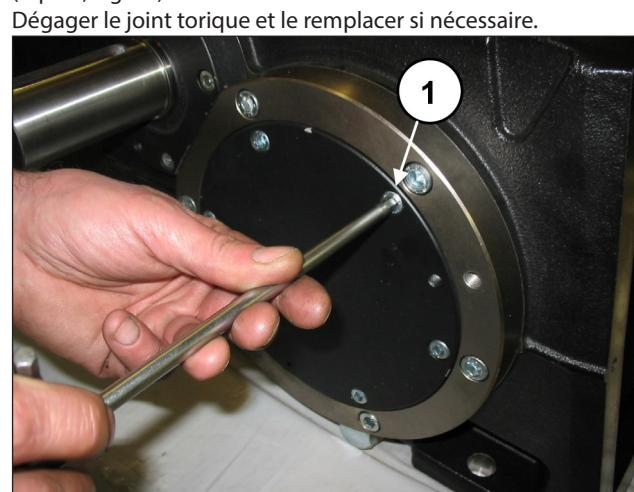
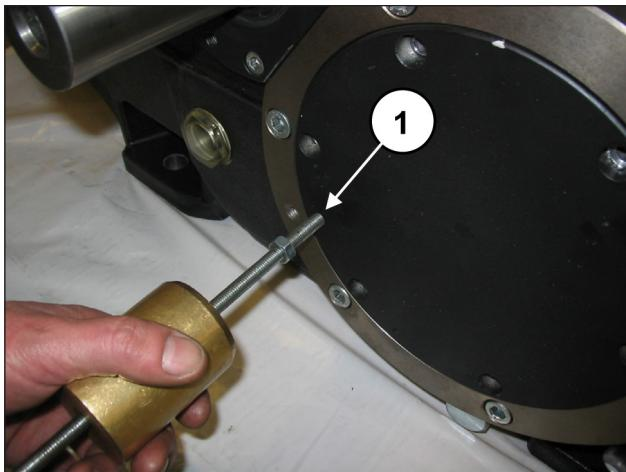

Fig. 10
Fig. 11
Démonter ensuite les deux caches roulement en dévissant leurs vis respectives (rep. ①, Fig. 10). Pour faciliter le démontage, utiliser 2 goujons ou vis M8 (rep. ①, Fig. 11) avec la fonction d'extracteurs.